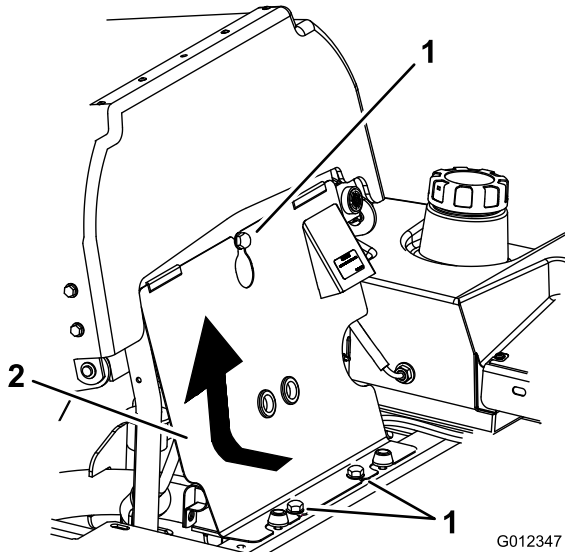

Bild 44
1. Kippen Sie den Sitz nach vorne, lösen Sie die Schrauben und entfernen Sie die vordere Motorverkleidung (Bild 44).